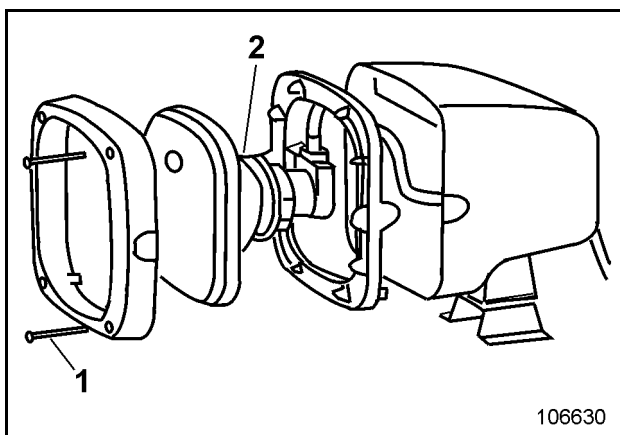

Fig. 3-48:
- Desenroscar los cuatro tornillos (1, Fig. 3-48:), sacar el reflector (2) de la caja.